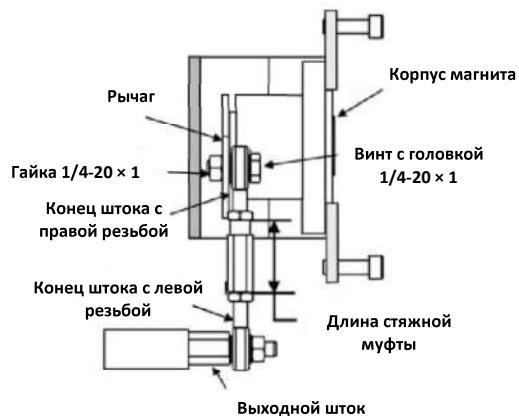

Рис. 16. Соединения двустороннего клапана
5. Навинтить выходной стержень на соединительную деталь штока привода. См. Рис. 16 на стр. 32. Убедиться, что указатель хода, расположенный на муфте, установлен в правильном положении.
10. Навинтить стяжную муфту на конец штока с левой резьбой (Рис. 16).